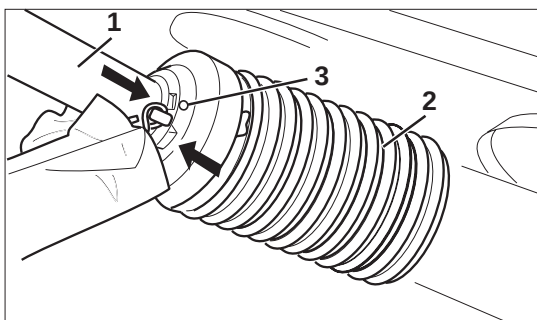

Fig. 5.5
- beschermpijp (fig. 5.5/1) over de as schuiven en de beschermtrechter (fig. 5.5/2) in de montagestand draaien
- borgschroef (fig. 5.5/3) erin draaien